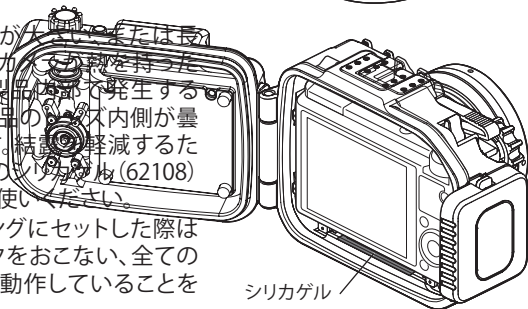

図4
- 気温と水温の差が大きいまたは長時間の撮影等でカメラを長時間持ち続けた場合などに、本製品内部で発生する結露により、本製品のレンズ内側が曇ることがあります。結露を軽減するために、オプションのシリカゲル(62108)を図4のようにお使いください。